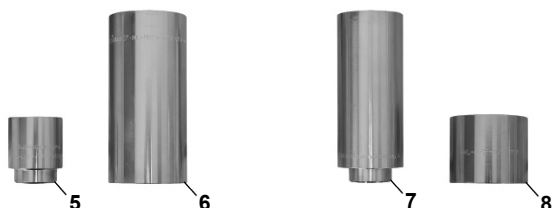

Abb. 2: Staubschutzmanschette entfernen.
2. Staubschutzmanschette am alten Traggelenk entfernen. (Abb. 2)